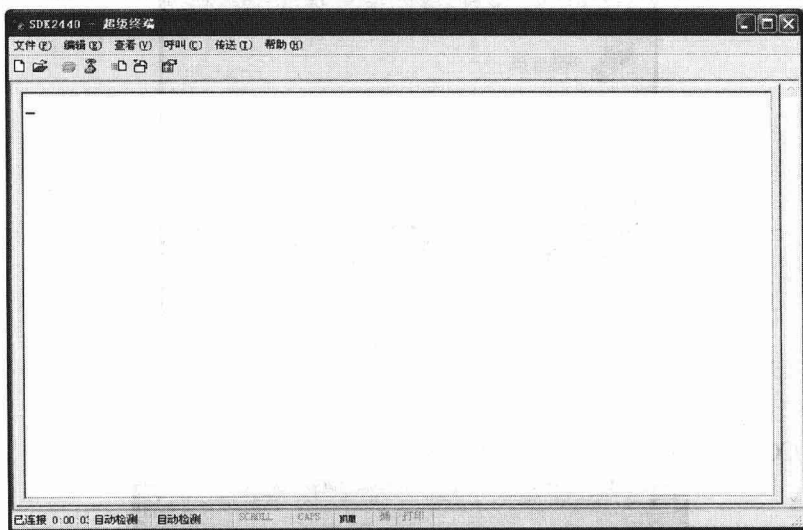

图 1-6 超级终端的工作界面
⑤ 点击“确定”按钮后弹出如图 1-6 所示的界面，即超级终端的工作界面。